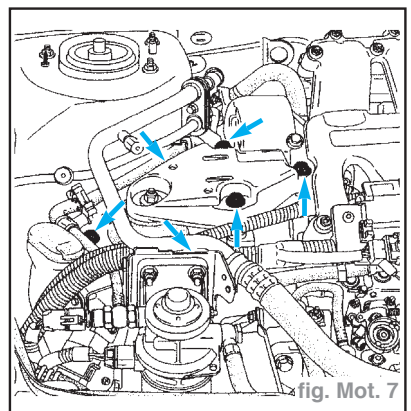

fig. Mot. 7
- Déposer la coiffe de suspension pendulaire droite (4 vis) ainsi que le limiteur de débattement (fig. Mot. 7).